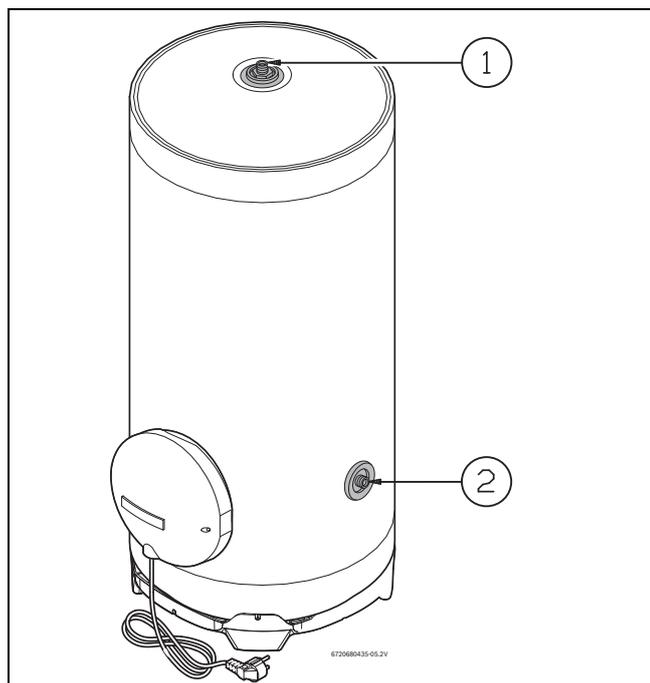

Fig. 6
- ▶ Identificar a tubagem de água fria e de água quente, de forma a evitar uma possível troca (ver Fig. 6).